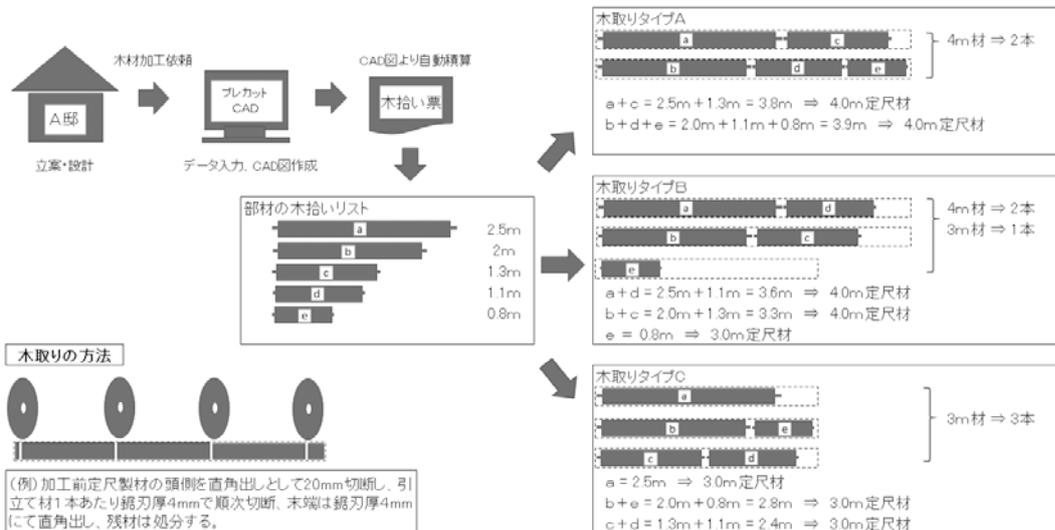

図4 木造プレカット工場における木拾いと木取りの例
木造建築物の部材は、所要の長さを有する製材等から木取りされますが、同一の仕様の部材が複数あるときは、それらを組合せ、同一の製材等から木取りされます。その一例を図4に示します。
前記2)①は、単独部材または短尺部材の製材等の必要な定尺寸法を求める方法を検討し、特に短尺部材にあつては、対象とする部材の内、最も長い部材を基本として順次同位または下位の短い部材と組み合わせる方法(図4、木取りタイプAに準拠する方法)を検討しています。